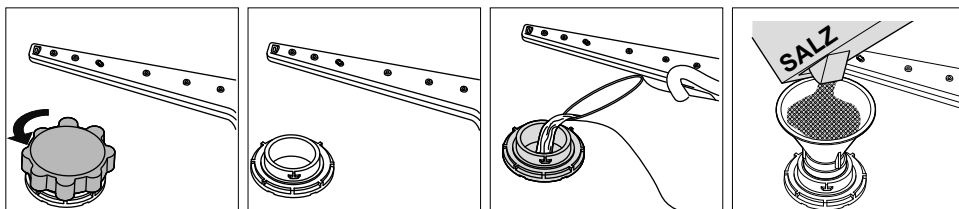

Abb. 20
- ▶ Entfernen Sie den unteren Geschirrkorb (5) und drehen Sie den Deckel vom Salzbehälter (10) ab.
- ▶ Das Fach bei der ersten Inbetriebnahme mit 1 kg Regeneriersalz und Wasser randvoll füllen. Ein Trichter vereinfacht das Einfüllen (siehe **Abb. 20**).
- ▶ Nachdem der Salzbehälter (10) gefüllt ist, drehen Sie den Deckel im Uhrzeigersinn wieder fest.